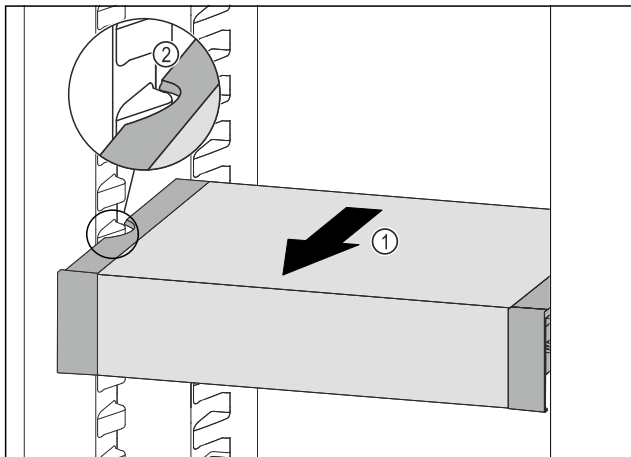

Fig. 151
- ▶ Tire del VarioSafe hacia delante Fig. 151 (1) hasta que los huecos laterales del VarioSafe se encuentren a la altura de la nervadura del recipiente en el compartimento del frigorífico. Fig. 151 (2)